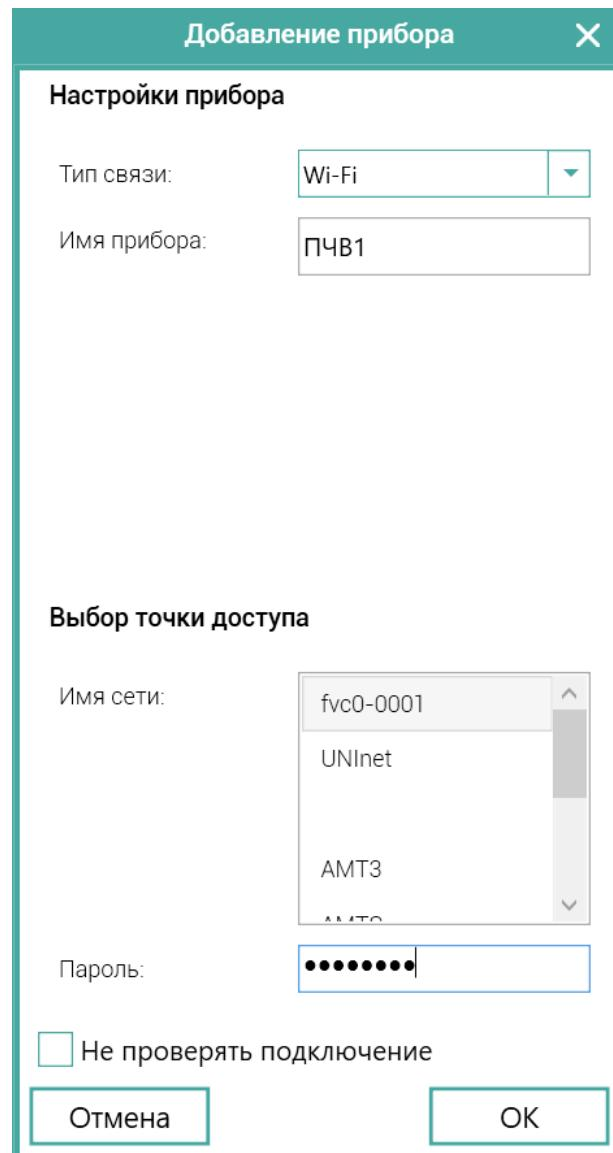

Рисунок 4.3 – Диалоговое окно «Добавление прибора» через Wi-Fi
2. По Wi-Fi через ЛПО1В (см. рисунок 4.3).